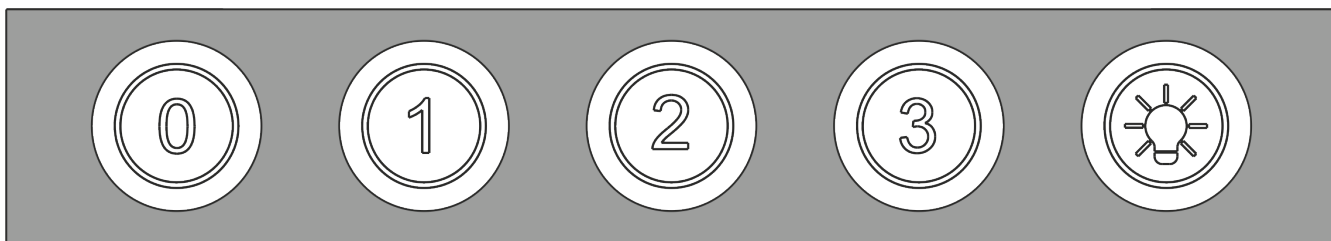

Рис.5
7.3 На нижній площині корпусу розміщений кнопковий перемикач режимів роботи і включення ламп освітлення (**рис.5**).